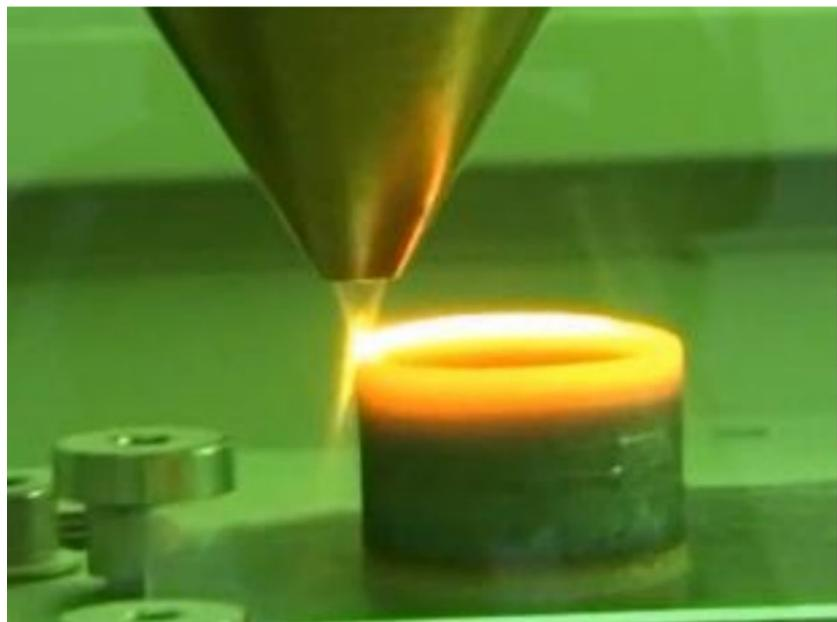

図 2.18 DED を用いて作製した造形物
- 3 従来の金属 3D プリンターの多くは、パウダー・ベッド・フェュージョン (PB) 方式を採用してい
- 9 また、いかに DED を用いて作製した造形物を図 2.18 に示す。レーザー出力と粉末供給量を増